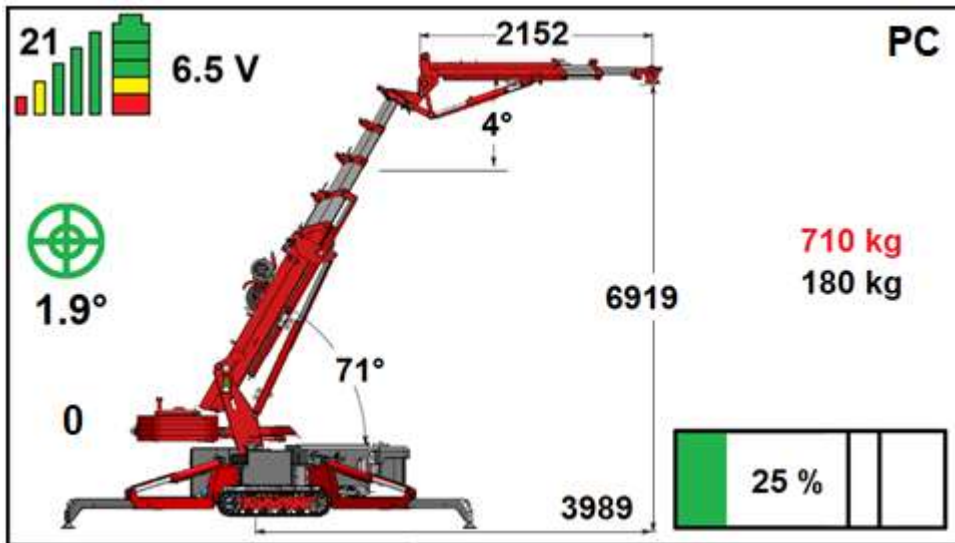

Abbildung 60
- Links oben wird die Sendefrequenz angezeigt (siehe *Abbildung 60*), im vorliegenden Beispiel ist dies 21.
- Die Signalstärke wird mit 5 senkrechten Balken dargestellt. Bei guter Signalstärke sind diese alle eingeblendet (siehe Beispiel in *Abbildung 60*). Wenn das Signal schwächer wird, werden zunächst die grünen Balken und dann der gelbe und der rote ausgeblendet.
- Der Akkuladezustand wird mit dem Akkuzeichen links oben im Bildschirm wiedergegeben. Wenn der Akku vollständig geladen ist, werden 3 grüne Blöcke sowie 1 gelber und 1 roter Block angezeigt (siehe Beispiel in *Abbildung 60*). Wenn die Ladung nicht mehr vollständig ist, werden dementsprechend Blöcke ausgeblendet.
- Die Spannung ist in Volt angegeben. Im Beispiel in *Abbildung 60* beträgt diese 6,5 V.
- Der Grad der Horizontalstellung der Maschine wird ebenfalls angezeigt. Dies sind die grünen Kreise mittig am linken Bildschirmrand. Im Beispiel in *Abbildung 60* steht der Kran $1,9^\circ$ geneigt.
- Die Stellung des Hauptmasts in *Abbildung 60* ist 71° .
- Die Stellung des Fly-Jib in *Abbildung 60* ist 4° .
- Die Ausladung in *Abbildung 60* ist 3989 mm.
- Die Hubhöhe in *Abbildung 60* ist 6919 mm.
- Die Länge des Fly-Jib in *Abbildung 60* ist 2152 mm.
- Die Belastung des Krans in *Abbildung 60* beträgt 25 %.
- In *Abbildung 60* ist zu sehen, dass der Ballast ausgefahren ist. Wenn der Ballast eingefahren ist, wird er an anderer Stelle angezeigt, und er wird nicht mehr im Display angezeigt, wenn er vom Kran demontiert ist. Hinter dem Ballast wird zudem ein Wert angezeigt. In *Abbildung 60* ist 0 angezeigt. d. h., dass der Ballast eingefahren (0 mm ausgefahren) ist. Bei ausgefahrenem Ballast wird hier der Abstand angezeigt, um den der Ballast ausgefahren ist.
- Rechts oben im Bildschirm werden die Buchstaben „PC“ angezeigt (siehe *Abbildung 60*). Dies bedeutet, dass sich der Kran in der Stellung „Pick and Carry“ befindet. Es wird nun das Pick and Carry-Lastdiagramm angewendet.